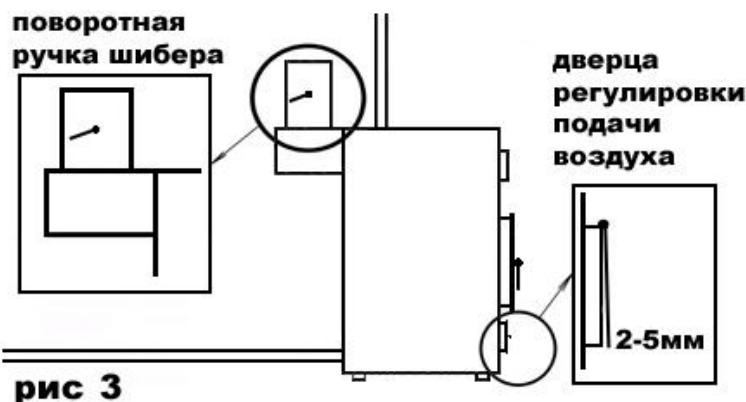

Рис. 3
9. – после того как воздух в отапливаемом помещении нагреется, прикройте дверцу регулировки подачи воздуха, оставив воздушный зазор примерно – 3-5мм (рис. 3), закройте на половину заслонку в дымоотводящем патрубке (если шибер шторный – то выдвинуть его до риски на шторке). Таким образом, будет обеспечена правильная работа котла и соответственно максимально эффективный, экономичный, комфортный режим работы, не требующий дополнительной регулировки, до тех пор, пока в топке не останется топлива менее десятой части от полной загрузки,
12. - если вы дложите больше топлива, чем находится в топке, более чем в три раза, то необходимо приоткрыть дверцу регулировки подачи воздуха под 30-45° относительно вертикали (рис 1), буквально на 5-10 минут, пока не начнет тлеть вновь заложенное топливо (чем влажнее топливо - тем дольше), после чего необходимо вернуть дверцу регулировки подачи воздуха в положение 3-5мм зазора (рис. 3),